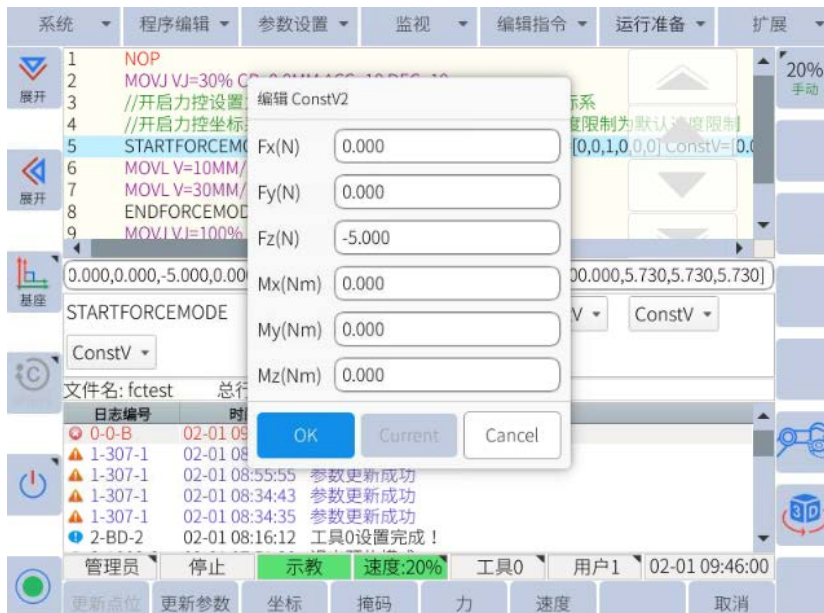

图 6-51: 设置自由度方向上的期望力/力矩大小
- 通过点击力按钮设置力控坐标系各个自由度方向上的期望力/力矩大小，如图 6-51 所示：